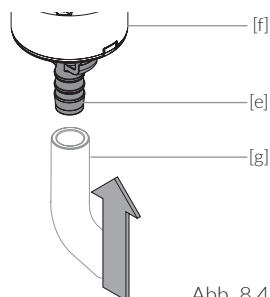

Abb. 8.4
- / Schlauch anbringen (Abb. 8.4):